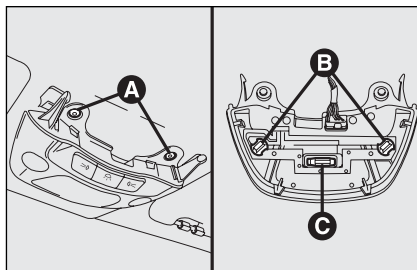

fig. 45
- ☐ dévisser les 2 vis de fixation **A-fig. 45**, puis tourner les deux porte-lampes **B** dans le sens contraire des aiguilles, enlever les ampoules et les remplacer. Pour remplacer l'ampoule **C**, la dégager des contacts latéraux en s'assurant que la nouvelle ampoule soit correctement bloquée entre les contacts mêmes.